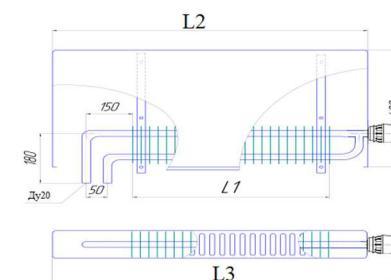
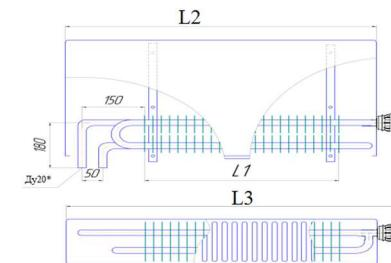

Рис. 1 Конвектор ТЗПО «Универсал НП ТБ»
Рис. 2 Конвектор ТЗПО «Универсал НП ТБ-С»
3. Конвекторы выпускаются двух типов: КСК «Универсал НП ТБ» и «Универсал НП ТБ-С» в концевом исполнении с патрубками для подвода теплоносителя, расположеннымными с правой или левой стороны прибора при виде спереди (правое или левое исполнение; см. рис.1 и рис.2), концы присоединительных патрубков гладкие (под сварку) или с резьбой G3/4", с замыкающим участком или без него.